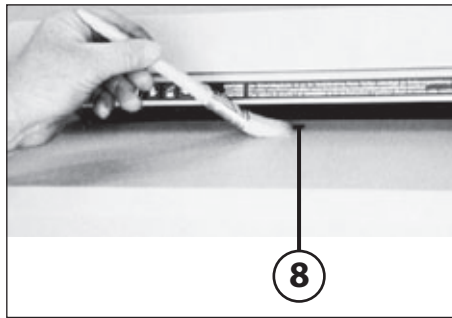

Abb. 4
- 8 = Lichtschranke (Vorwärtslauf) (Abb. 4)**
**Hinweis:** Bei manueller Einschaltung durch Betätigung der Vorwärtstaste (2) läuft die Maschine im Dauerbetrieb. Sobald Sie jedoch ein Blatt Papier durch den Einlassschlitz dem Schneidwerk zuführen, tritt die Funktion der Lichtschranke (8) (Abb. 4) in Aktion und die Maschine schaltet nach dem Zerkleinerungsvorgang automatisch ab.
### REINIGUNG DER FOTOZELLEN (8) (Abb. 4):